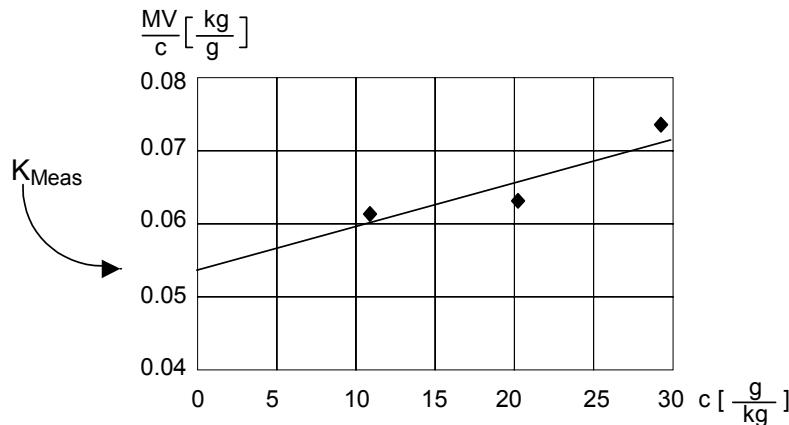

Abb. 18 Messwertkurve für  $M > 500 \text{ g/mol}$ ; Beispieldaten
4. Bestimmen Sie die Regressionskurve durch diese Werte und extrapolieren Sie auf  $c = 0$  um  $K_{\text{mess}}$  zu erhalten, siehe Abb. 18.